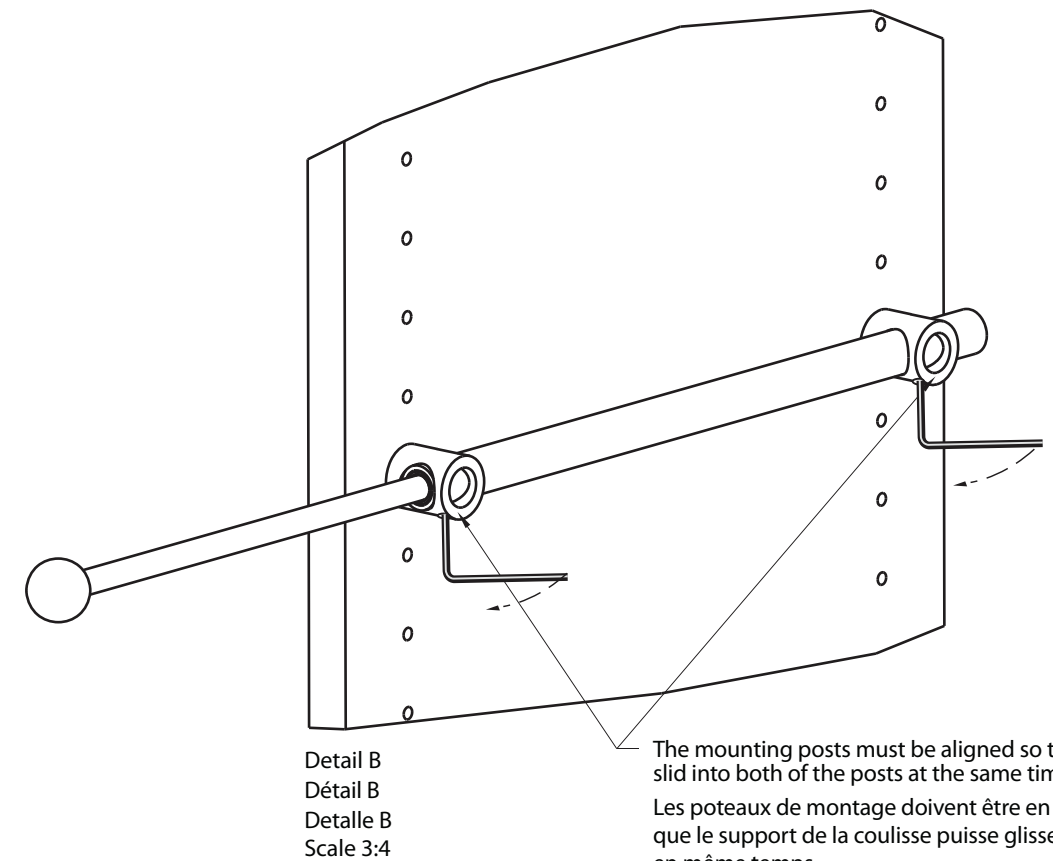

Figure 5
3. Once you have aligned the posts correctly, carefully move the slide sub-assembly and fully tighten the mounting screws. (Figure 5)
3. Quand vous avez alignés correctement les poteaux, bougez avec précautions le montage partiel de la coulisse et serrer les vis de montage au maximum. (Figure 5)
3. Cuando los postes estén alineados, mueva cuidadosamente el conjunto deslizante y apriete bien los tornillos de montaje. (Figure 5)